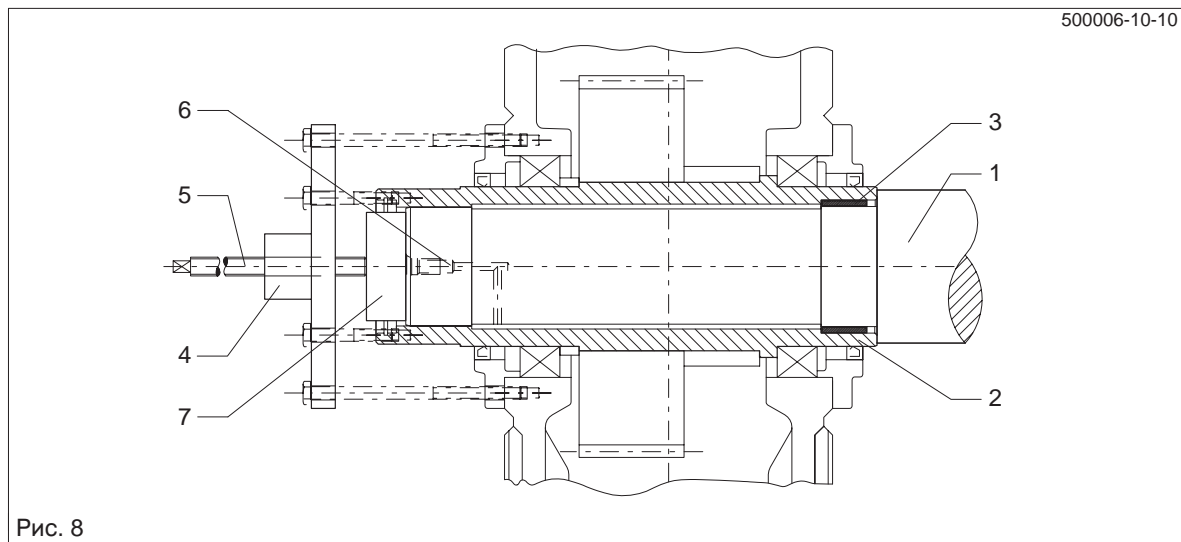
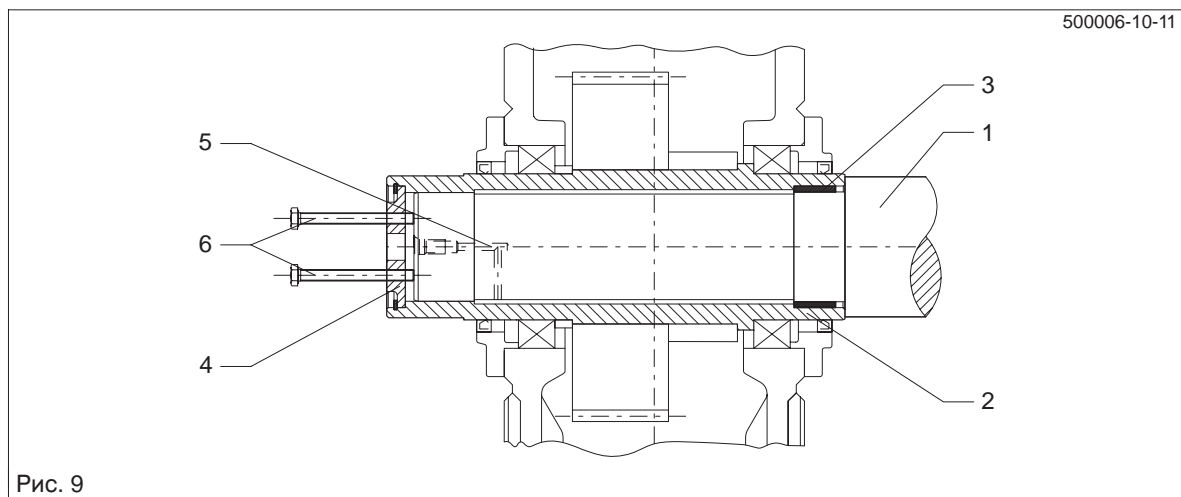

Рис. 8
Рис. 9
- При образовании ржавчины на посадочных плоскостях для облегчения снятия передачи насосом закачать под давлением растворитель ржавчины в пустое пространство сверленного отверстия, чтобы он попал на посадочное место. Подача растворителя ржавчины осуществляется через сверленные отверстия в машинном валу (см. рис. 8) или в концевом диске (см. рис. 9).
- Отжатие передачи от машинного вала может быть выполнено по возможности на месте при помощи отжимного винта на концевом диске (см. рис. 9), центральным ходовым винтом или, предпочтительнее всего, гидравлическим агрегатом Лукаса.
- После достаточного действия растворителя снять передачу при помощи устройства согласно рис. 8 или рис. 9.
Если при этом, как показано на рис. 8, опора не только на полый вал, но и имеется дополнительное объединение с кожухом, силы отжима не должны превышать значений, приведенных в приведенной ниже таблице.